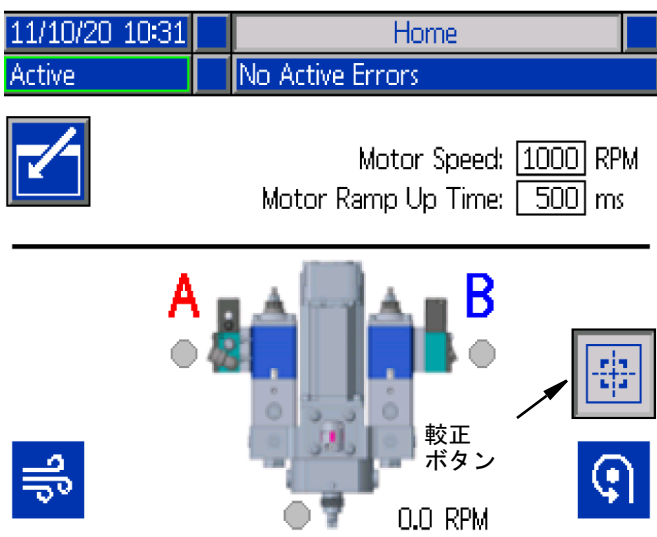

図 37
1. ADM カバー (BP) を取り外す
4. 較正ボタン (右上) が押されていることを確認してください 図 37 を参照してください。